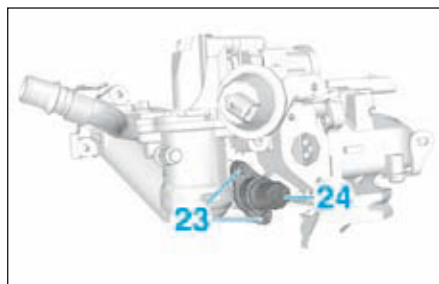

FIG.95
- Déposer les vis (23) et le raccord (24) (Fig.95).